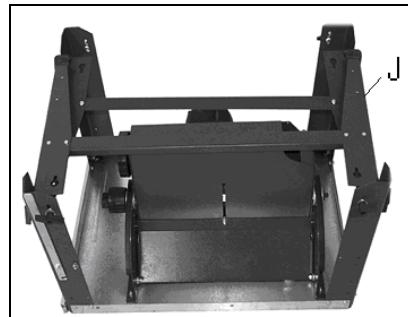

Fig 2
- Redresser les pieds (J, Fig 2) et serrer les écrous.